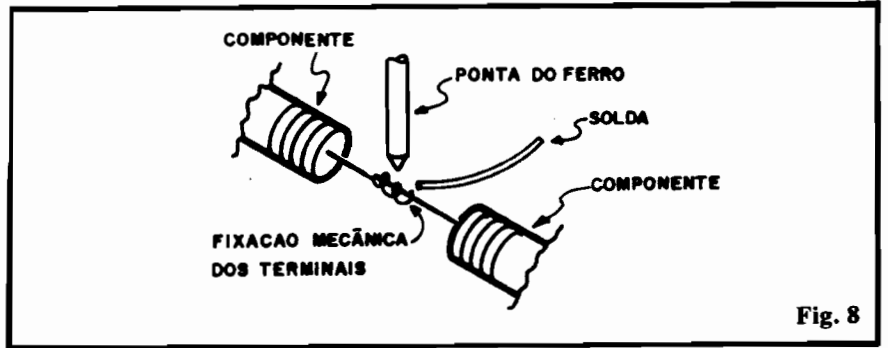

Fig. 8
- **FIG. 8** - Realizando uma boa soldagem. A sequência é simples, e com o tempo torna-se "automática", bastando respeitar as seguintes etapas:
- Para ligar terminais ou fios diretamente um ao outro, depois de limpos eles devem ser provisoriamente fixados (ainda que levemente...) entre si. Em terminais fininhos, uma leve torção (fig. 8) é suficiente. Terminais mais grossos exigirão o auxílio do alicate de bico. Não convém, nessa pré-fixação, prender-se **muito** os terminais um ao outro, pois isso dificultará uma eventual correção que obrigue a novamente separar ou desligar componentes.